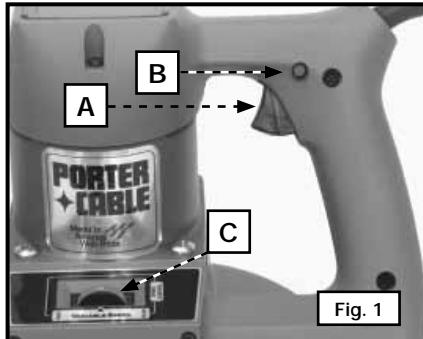

Fig. 1
2. Appuyer sur la gâchette (A), Figure 1, pour mettre le moteur en marche. Relâcher la gâchette pour arrêter le moteur.
3. Un bouton de serrure (B) Fig. 1 garde la scie court continously. Pour verrouiller la scie "SUR", serrer la détente aussi loin qu'il ira. Enfoncer le bouton de serrure et relâcher la détente. Pour relâcher la serrure, serrer la détente.
4. La scie 7724 est équipée d'une commande réglable de vitesse variable. La vitesse se règle en tournant le bouton de commande (C), Fig. 1.